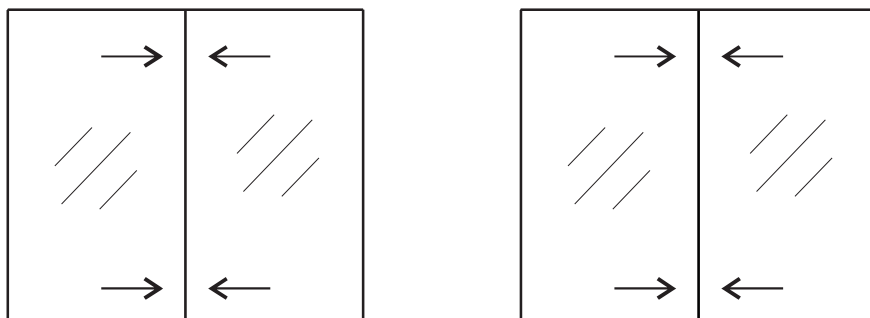
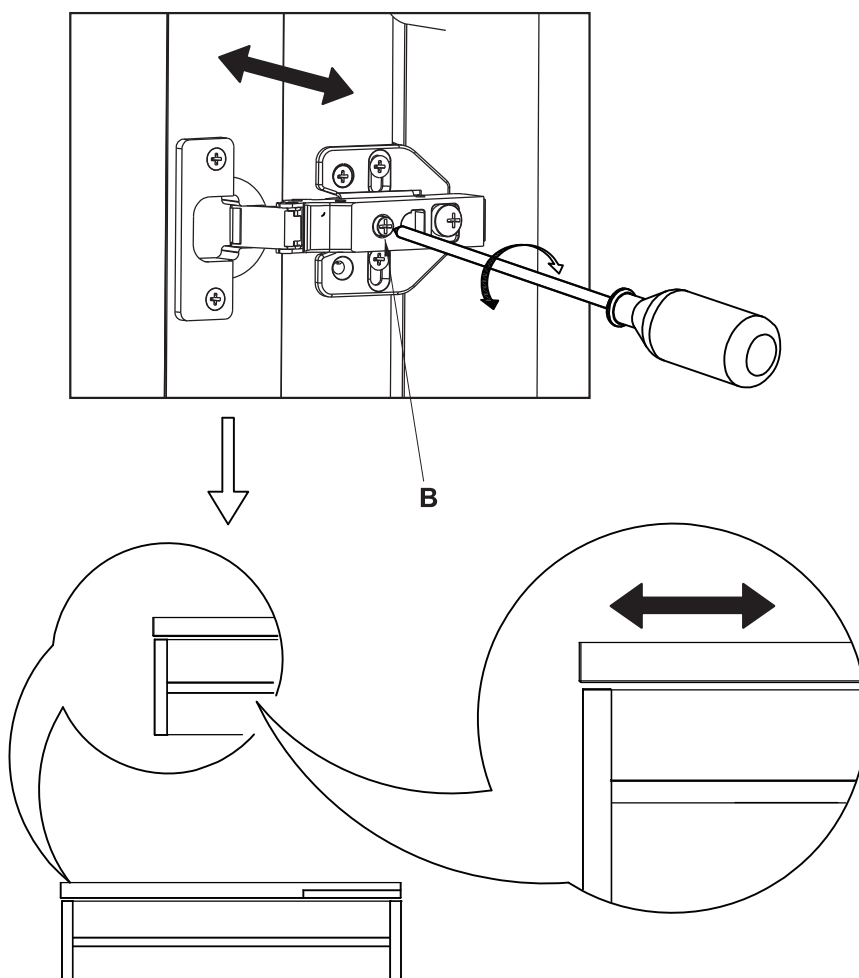

Fig. 6
Fig. 7
3.1 Fije el armario con espejo y compruebe que la puerta del espejo está nivelada; si no es así (como se muestra en la Fig. 6), ajuste la distancia de la abertura de la puerta ajustando el tornillo de la bisagra (B) y mantenga ambas puertas niveladas (Fig. 7).